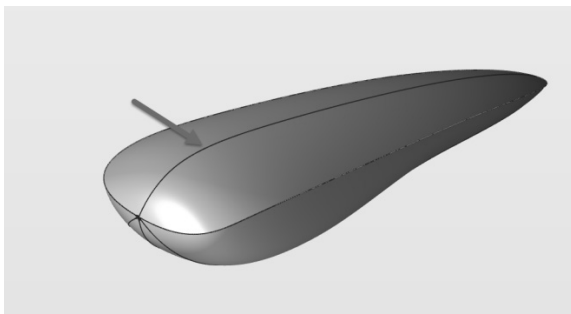

图 3-118 绘制新的顶部扫略曲面
7) 可以使用类似的方法, 尝试在遥控器的上部曲面上构建另一条等参线。设定“V 向”的参数值为“0.5”, 并调整等参线控制点。随后绘制多曲线扫略曲面, 如图 3-118 所示。